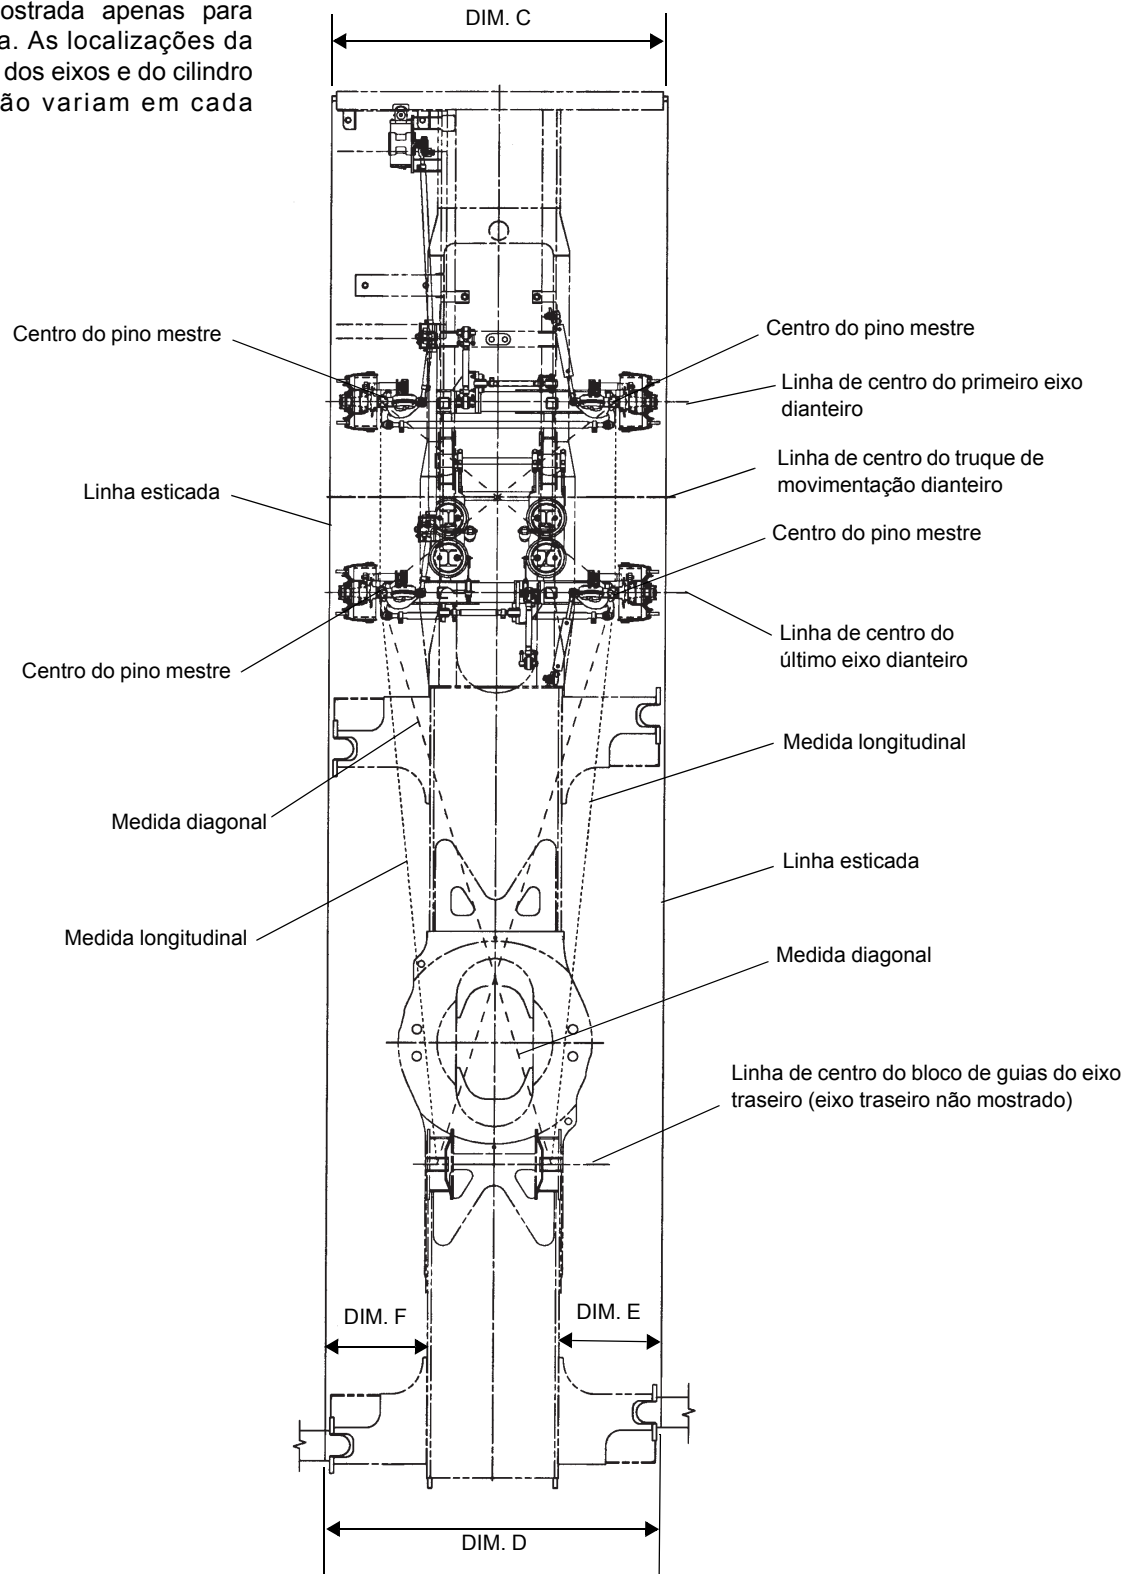

FIGURA 8-2
2. Meça a distância longitudinal do centro dos blocos de guias do eixo traseiro até o centro do pino mestre no último eixo dianteiro (Figura 8-2). Se necessário, ajuste os calços nas extremidades do balancim. O local lado a lado correto é obtido adicionando ou removendo calços nas hastes laterais.
3. Meça a distância diagonal do centro dos blocos de guias do eixo traseiro até o centro do pino mestre oposto no último eixo dianteiro (Figura 8-2). Se as medidas diagonais não forem de até 12,7 mm (0.50 pol.), verifique a localização dos suportes da suspensão e da bolsa de ar e ajuste conforme necessário.
7. Estenda parcialmente as vigas do estabilizador. Conecte uma linha esticada até as vigas dos estabilizadores dianteiros e traseiros, como mostra a Figura 8-2. Verifique se a linha esticada está esticada e nivelada.
8. Consulte a Figura 8-2 e verifique se a Dimensão C é igual à Dimensão D e se a Dimensão E é igual à Dimensão F.